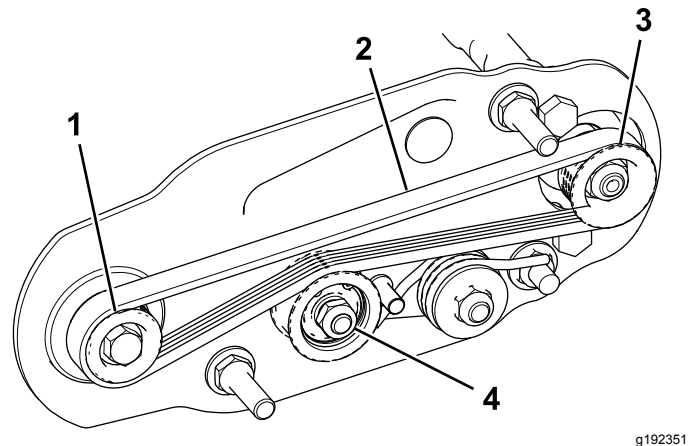

図 24
- A. 駆動プーリにベルトを掛け、次に、アイドラプーリの上部に掛ける 図 24。
- B. 受動プーリからベルトを掛け始める 図 24。